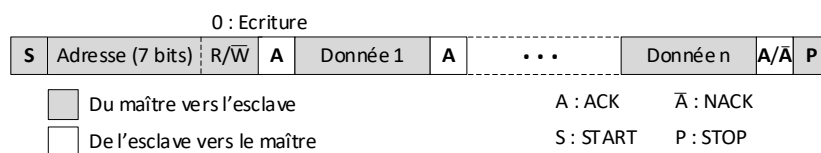

Figure 3: Trame d'écriture
- *Format d'écriture* (voir Figure 3) : Après la condition de START, le maître envoie l'octet d'adresse avec $R/\bar{W} = 0$, suivi des octets des données. Le récepteur esclave acquitte chaque octet reçu. Le dernier acquittement avant le bit de STOP, peut être un ACK ou un NACK ; si c'était un NACK, c'est que l'esclave a demandé l'arrêt du transfert.